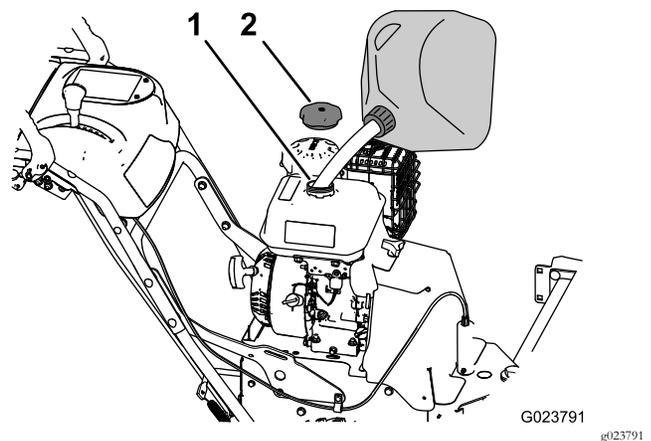

Figura 7
1. Pulite attorno al tappo del serbatoio del carburante (Figura 7).
2. Togliete il tappo del serbatoio del carburante (Figura 7).
- Montate il tappo del serbatoio del carburante e tergete la benzina versata (Figura 7).